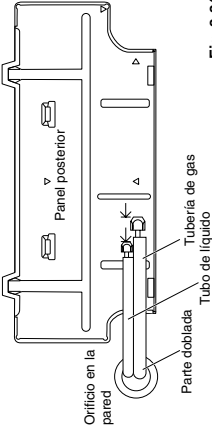

Fig. 3-34
- (1) Introduzca el tubo y la manguera de drenaje en la pared, dejando una longitud suficiente para la conexión. A continuación, doble el tubo con un doblador de tubos para realizar la conexión. (Fig. 3-34)